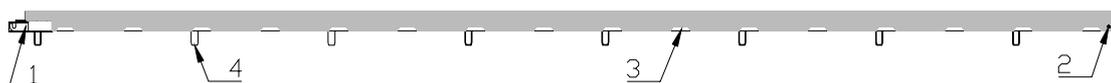
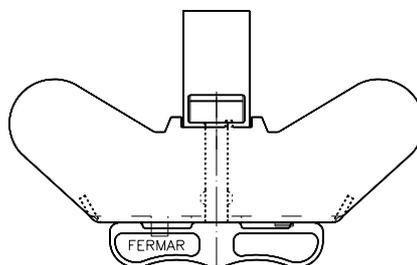

FIGURA 1
FIGURA 4
- Registros de anclaje de testeros; son las ranuras de las que va provisto el perfil marcadas en la figura 1 con el número 3, en ellas se enclavarán los testeros.
El testero es el elemento de unión entre las sopandas y las portasopanda, el peso del testero es 1,5 Kg y el acabado es un recubrimiento de zinc. El anclaje del testero en la portasopanda se realiza introduciendo la llave (pieza número 1 de la figura 4) en la ranura de la portasopanda (pieza número 3 de la figura 1) y girando 90° la misma con un golpe de martillo, con esto se queda el testero anclado. La unión entre el testero y la sopanda se realiza apoyando la sopanda en las patillas laterales del testero.